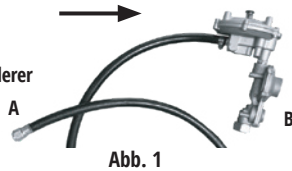

Abb. 1
- 6 Schließen Sie den Flüssiggasschlauch (Seite A auf Bild 1) an den Flüssiggasanschluss am Bedienfeld des Generators.
- 7 Verbinden Sie das Schlauchende mit dem Druckminderer (Seite B auf Bild 1) mit der Gasflasche.
- 9 Drücken Sie 2-3 Mal den Knopf am Druckminderer (siehe Abb. 1).